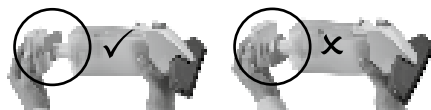

Figure 12 :
- Fermez hermétiquement le réservoir avant la prochaine utilisation, en repoussant le couvercle du réservoir jusqu'à la butée. Veillez à ce que le couvercle du réservoir soit repoussé dans la position adéquate (voir Fig. 12).